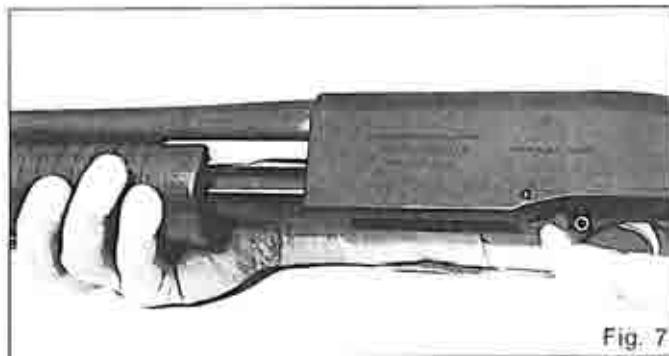

Fig. 7
- b6. Agendo sulla leva sgancio otturatore A11 e contemporaneamente sulla manopola, arretrare l'otturatore fino alla completa apertura (Fig. 7).
*Operating on the breech bolt latch lever A11 and on the breech bolt handle at the same time, push back the breech bolt to open completely (Fig. 7).*
*En actionnant le levier de déblocage de la culasse mobile A11 et en même temps le devant bois, tirer vers l'arrière la culasse mobile jusqu'à ce qu'elle reste ouverte (Fig. 7).*